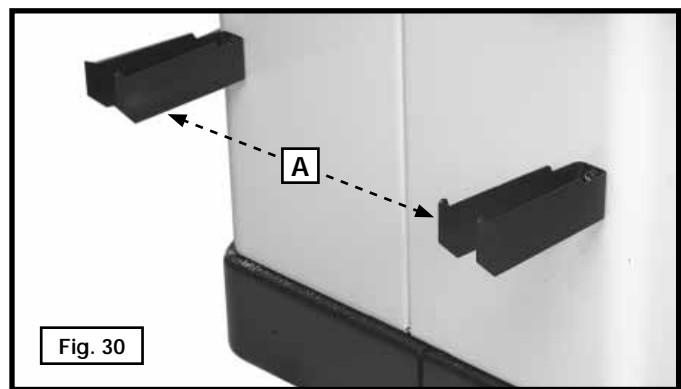

Fig. 30
Fixer les supports de rangement du guide longitudinal (A) fig. 30 aux quatre trous logés du côté droit de l'armoire de la table de la scie. Utiliser les quatre vis à tôle n° 10 x 12,7 mm (1/2 po).